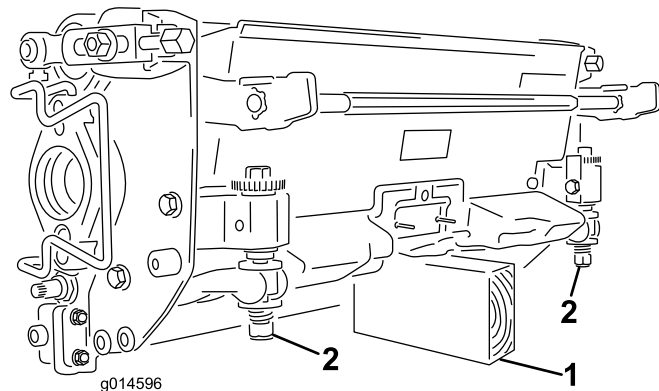

图45
**重要事项：** 当您需要翻转滚刀组时，应支撑住滚刀组的后部，确保底刀架调节螺丝后端的螺母不会接触工作表面（图45）。